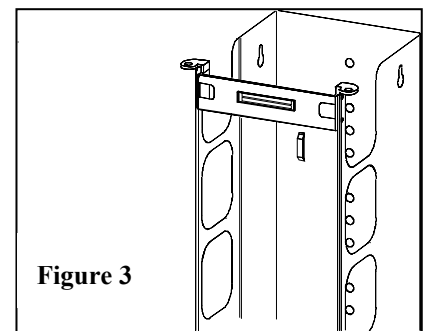

Figure 3
- B. Suspendre la tour de gestion vertical au deux (2) même vis. Ajouter les autres vis à tête large 10-32 et serrer.
- C. Fixer une porte aimant aux goujons filetés supérieur de la plaque vertical. Fixer avec des écrous borgnes 6-32. Voir la figure 3. Fixer de la même manière le porte aimant inférieur, au bas de la plaque vertical.